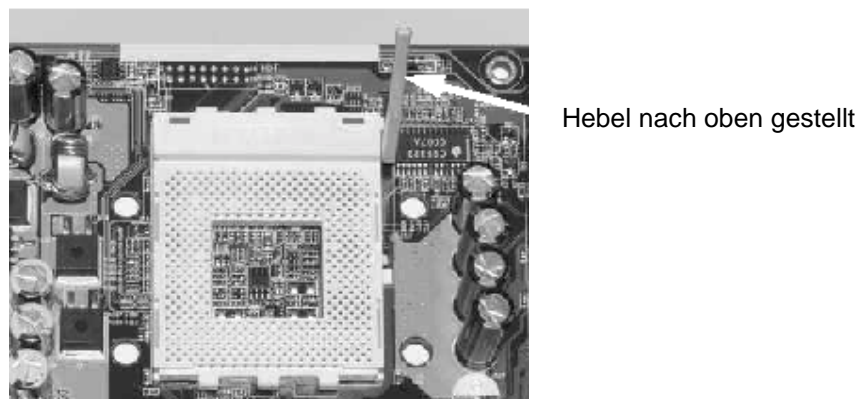

Abbildung 2: Prozessorsocket mit Hebel nach oben
2. In Abbildung 2 ist der Lösehebel ganz nach oben gestellt. Bevor Sie den Prozessor installieren können, muß der Hebel in diese Stellung gebracht werden.